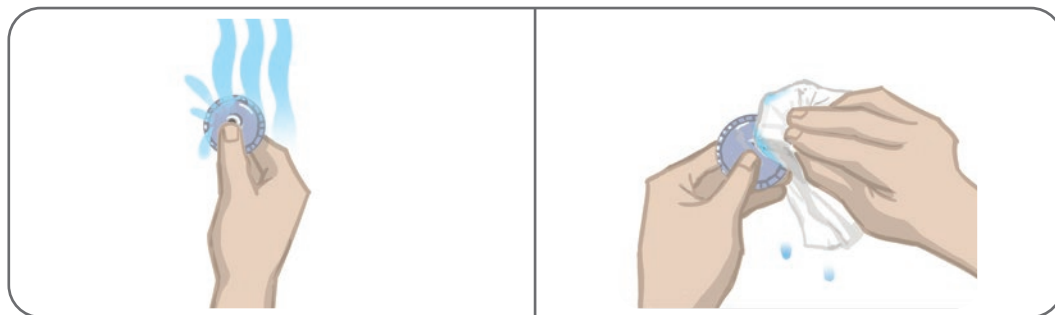

Figura 8-4: Come bagnare e asciugare l'acqua in eccesso
4. Bagnare gli elettrodi Round Cloth con acqua fino a saturazione (Figura 8-4).
5. Con un panno, asciugare o tamponare l'acqua in eccesso dal retro dagli elettrodi (lato dotato di aggancio) (Figura 8-4).